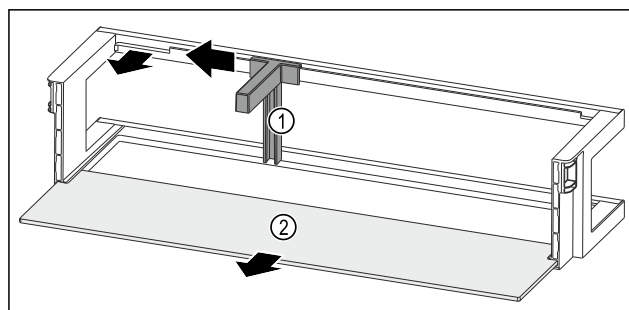

Fig. 138 Balconcino controporta con fermabottiglie e ripiano
- ▶ Spingere il fermabottiglie Fig. 138 (1) lateralmente fino all'incavo.
- ▶ Rimuovere il fermabottiglie Fig. 138 (1).
- ▶ Rimuovere il ripiano Fig. 138 (2).